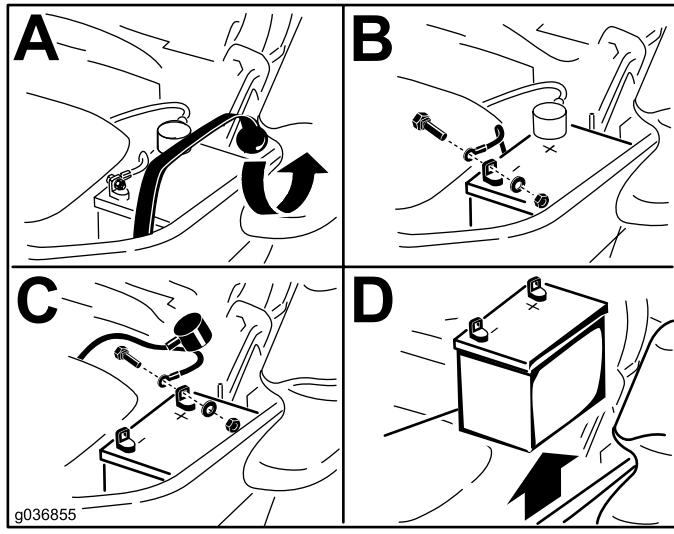

Figura 67
3. Retirez la batterie, comme montré à la Figura 67.
- Placez la batterie dans son support en tournant les bornes à l'opposé du réservoir hydraulique (Figura 67).
- Fixez les câbles avec 2 boulons, 2 rondelles et 2 contre-écrous (Figura 67).
- Fixez la batterie en place à l'aide de la sangle en caoutchouc (Figura 67).